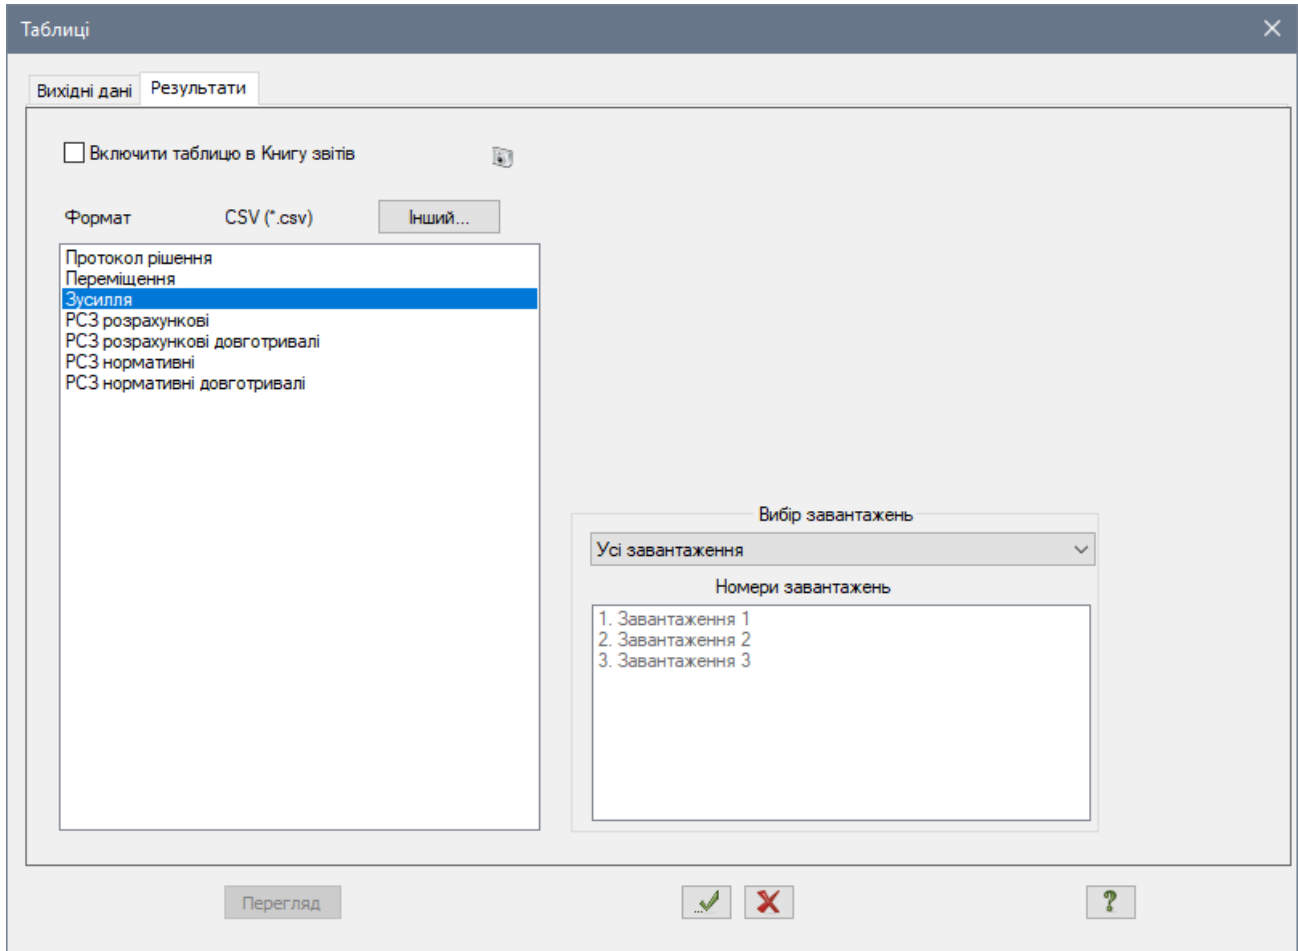

Рис. 11.24. Діалогове вікно **Таблиці**
- Після цього в діалоговому вікні **Таблиці** (рис. 11.24) виділіть рядок **Зусилля**.
- Після цього в діалоговому вікні **Таблиці** (рис. 11.24) виділіть рядок **Періоди коливань**.